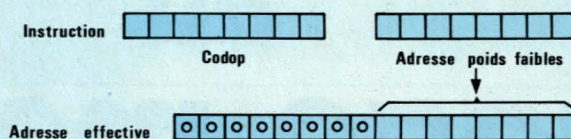

Figure 3
* **L'adressage page zéro**, par lequel le programmeur n'a accès qu'aux 256 premiers octets de la mémoire. Il n'y a donc pas de référence à un registre de page. L'instruction est alors constituée de deux octets (voir figure 3), et peut être exécutée rapidement.